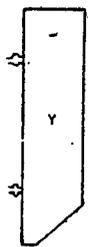

FIGURA 3
- Sobre a aleta Y, fixar, com parafusos, as 2 presilhas distanciadadas em 30 cm uma da outra (Figura 3)